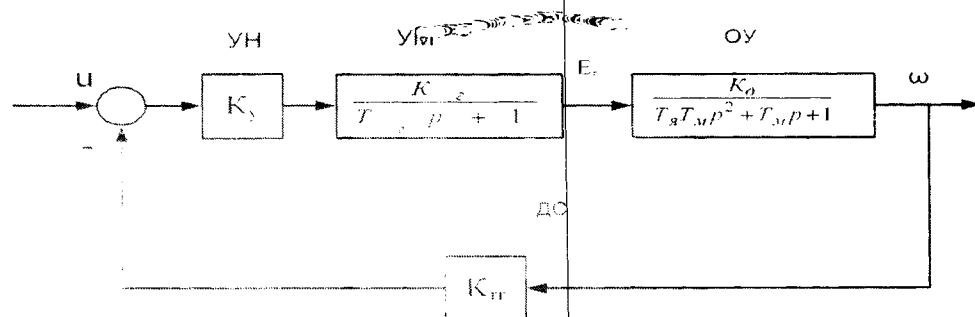

Рис.1
На рис.1 представлена структурно-функциональная схема одноконтурной системы управления двигателем постоянного тока с независимым возбуждением.
На рис.1 приняты следующие обозначения: ОУ - объект управления (двигатель); УН - полупроводниковый усилитель напряжения; УМ - усилитель мощности (генератор постоянного тока); ДС - датчик скорости (тахогенератор); u - напряжение управления; E_a - э.д.с. генератора; ω - угловая скорость вращения вала двигателя (управляемая переменная); $T_я$, $T_я$, $T_я$ - постоянные времени обмотки возбуждения генератора, якорной
1. По передаточной функции ОУ (рис.1) составить его уравнения состояния в скалярной и векторно-матричной формах; используя численные значения параметров (табл.1), оценить управляемость и наблюдаемость ОУ по критериям Калмана.